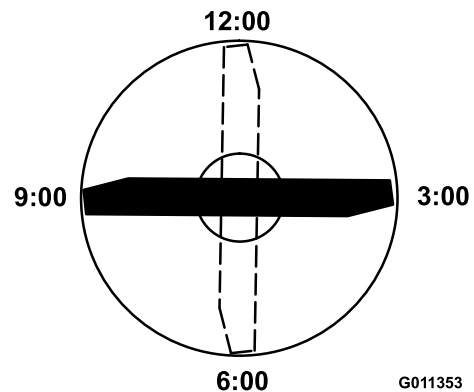

Bild 95
4. Positionieren Sie die Schnittkante der markierten Messerseite in die 12-Uhr-Stellung (geradeaus in Mährichtung) (Bild 95) und messen die Höhe vom Tisch bis zur Schnittkante.
5. Drehen Sie die markierte Seite des Messers auf die 3- und die 9-Uhr-Stellung (Bild 95) und messen die Höhe.